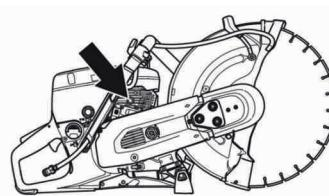

Рис. 20
4. Утопите клавишу клапана декомпрессора (клапан автоматически закроется при запуске) (рис. 20);